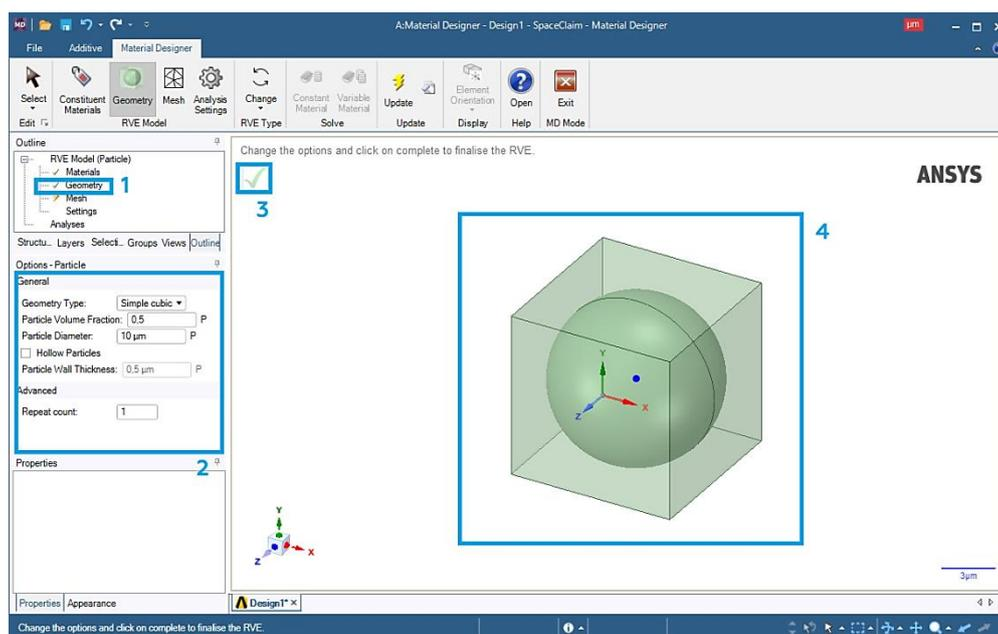

Рис. 8. Создание геометрии объемного элемента
6. Для создания геометрии объемного элемента (рис. 8) нажимаем ЛКМ на **Geometry** (1). После этого в левой панели настроек отобразятся настройки геометрии объемного элемента (2) (в зависимости от типа, выбранного объемного элемента настройки могут быть различны). Нажимаем на галочку (3) и на рабочем пространстве появится трехмерная модель сгенерированного объемного элемента (4).